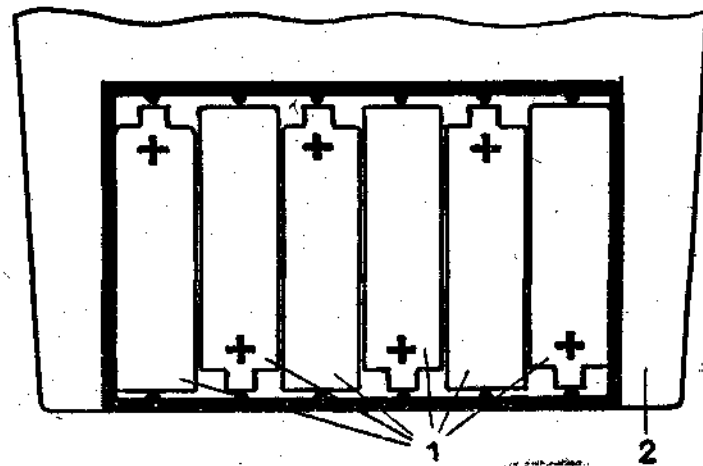

Рис. 3. Установка элементов 316 в измеритель:
5.1. После извлечения измерителя из упаковки произведите его внешний осмотр. Установите элементы 316 в батарейный отсек. Для этого снимите крышку, находящуюся на основании измерительного блока. Чтобы снять крышку, необходимо нажать на гребенку крышки и выдвигать ее в Направлении, указанном стрелкой. Полярность, указанная на элементах и в батарейном отсеке должна совпадать (рис.3).